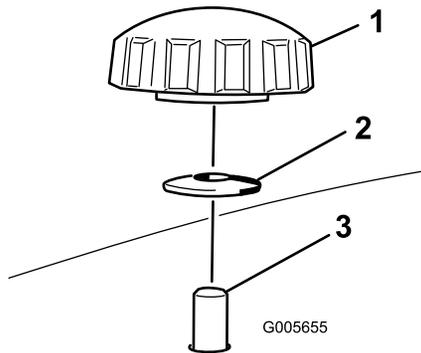
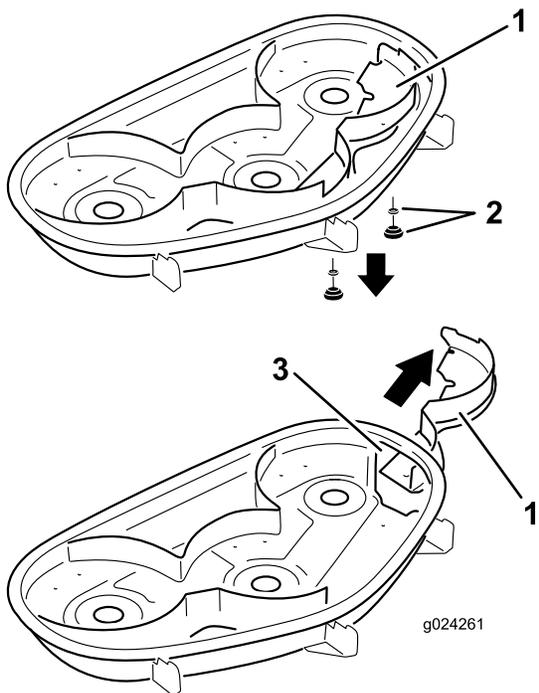

Figura 23
Figura 24
4. Remova os 2 manípulos e as anilhas curvas que fixam o abafador direito ao cortador (Figura 23).
5. Remova o abafador direito e baixe o defletor de relva por cima da abertura de descarga conforme indicado em Figura 23 e Figura 24.
5. Faça deslizar o abafador direito por debaixo da plataforma do cortador e fixe-o utilizando 2 manípulos e anilhas curvas (lado oval virado para o cortador) conforme indicado em Figura 23 e Figura 24.